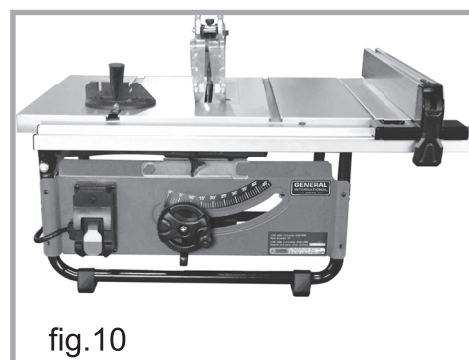

fig.10
4. L'installation du guide de refente conventionnelle est à droite de la lame comme montré à la figure 10, bien que des circonstances ou des préférences puissent dicter une monture gauche..